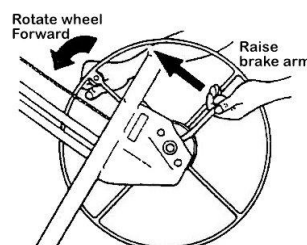

Figure 2
- a) Tenere ferma la ruota del verricello e il braccio del freno (Fig. 2).